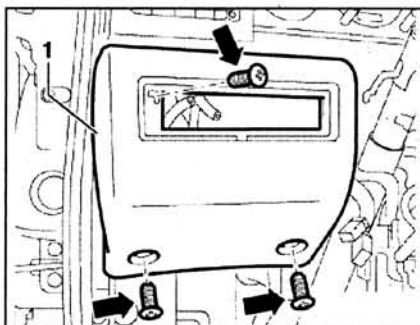

Рис. 8.18. Открутите болты (стрелки).
7. Открутите болты (стрелки) (рис. 8.18).